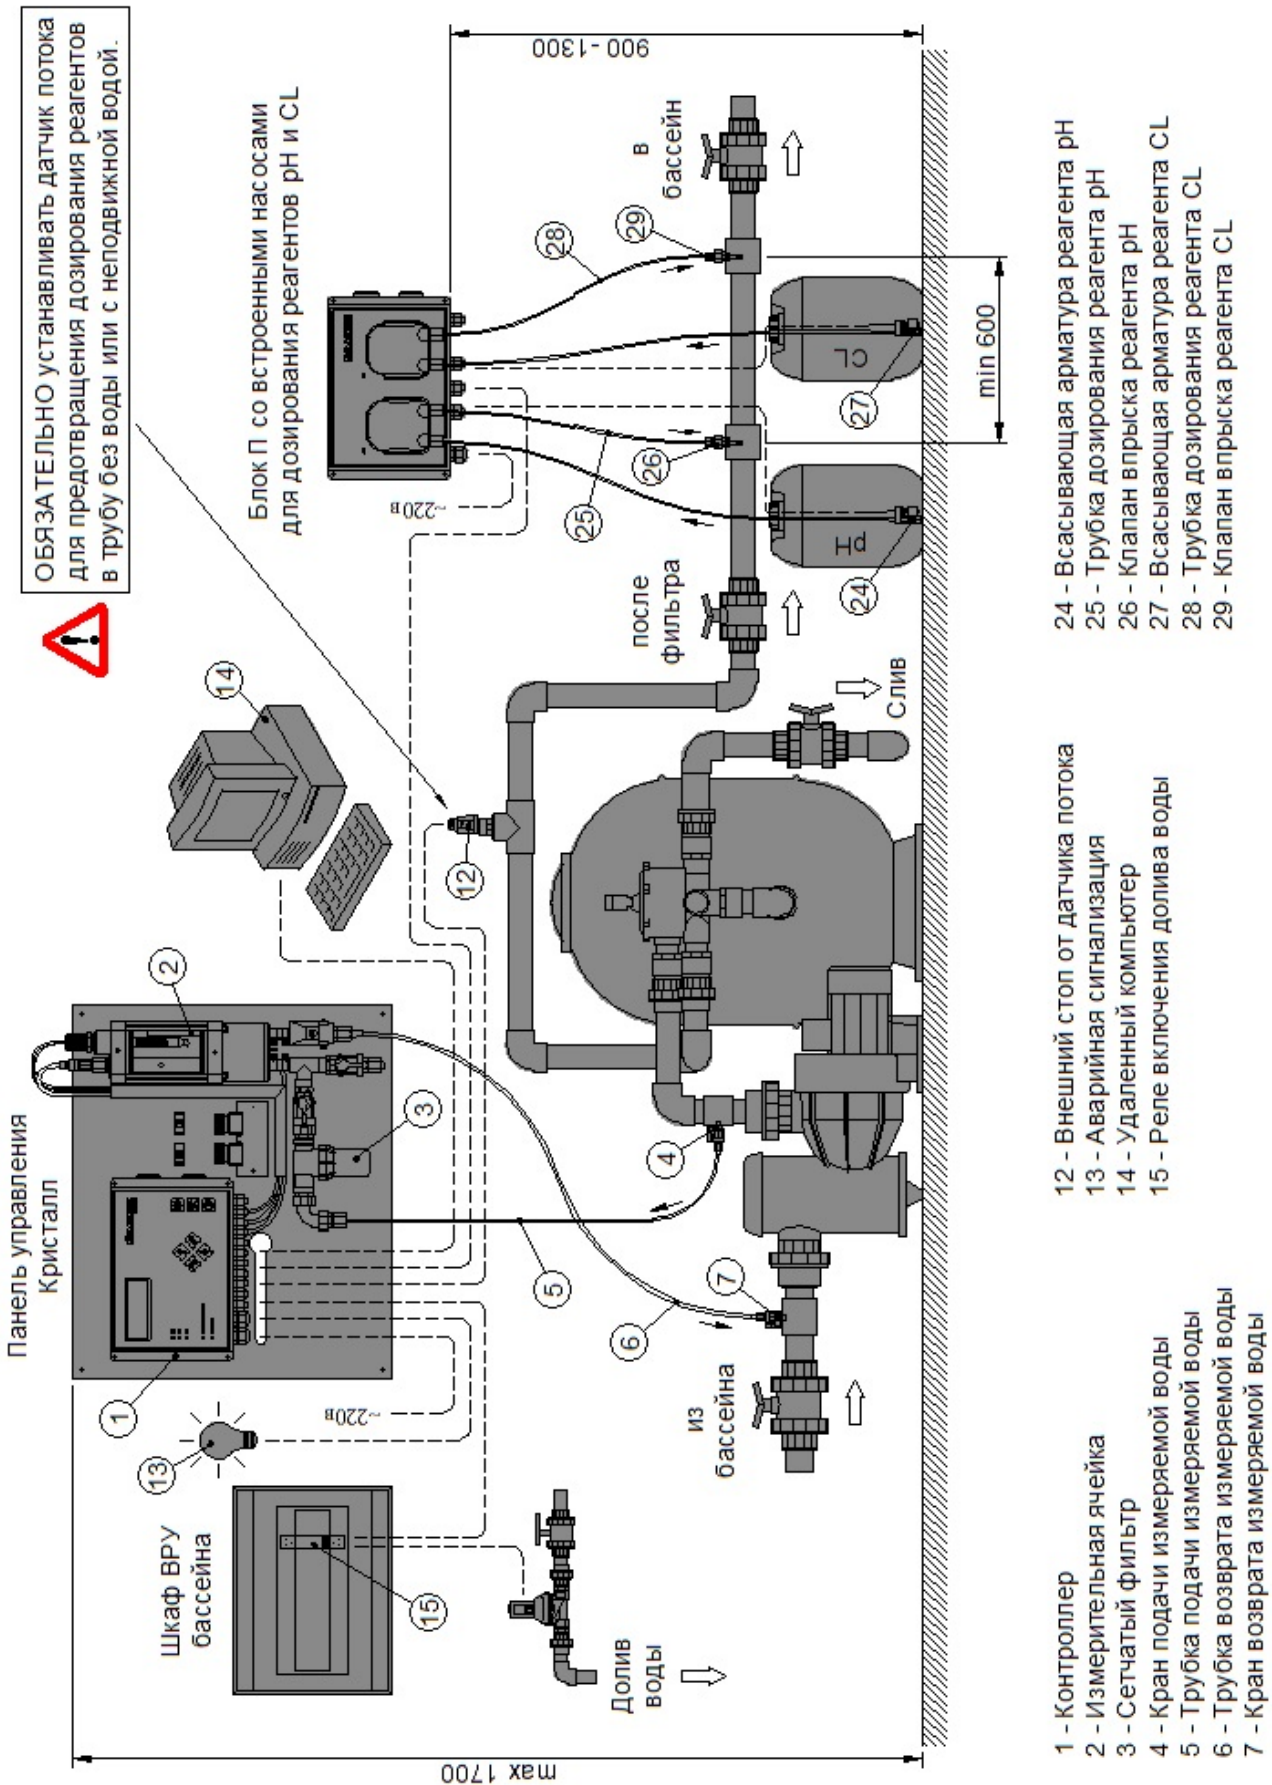

Рис.2-1 Схема размещения оборудования Кристалл П
На рис.2-1 изображен монтаж станции Кристалл П: Rx, pH с отбором воды для измерений из трубопровода фильтрации, а на рис.4.3-1 – электросхема для этого монтажа.
Дозирование реагентов прекращается также при отсутствии потока воды в трубопроводе возврата воды в бассейн после фильтрации. Это необходимо для предотвращения дозирования реагентов в трубу с неподвижной водой или без воды. Для контроля потока воды необходимо установить в трубопровод специальный датчик потока (12), как это показано на рис.2-1. Для повышения точности измерения и дозирования в станции предусмотрена задержка включения дозирующих насосов после появления потока воды в измерительной ячейке или после возобновления фильтрации. Длительность этой задержки устанавливает Покупатель в настройках контроллера.
Дозирование реагентов может также прекращаться при включении долива воды в бассейн, если для этого долива используется электромагнитный клапан. В этом случае управление доливом рекомендуется производить через контактор (15), в котором через одну пару контактов подаётся питание к электромагнитному клапану долива воды, а через другую пару контактов в контроллер подается сигнал о включении долива (как это показано на рис.2-1, 4.3-1). Если нет необходимости или возможности блокировать дозирование реагентов при включении долива воды, то необходимо установить перемычку на клеммы «Долив» внутри контроллера (см. подробнее п.4.3.1).
В домашних бассейнах, на которые требования упомянутого ГОСТ не распространяются, допускается отбирать воду для измерений из трубопровода циркуляционного водообмена (фильтрации), как это показано на рис.2-1 настоящего Руководства. Однако, используя это решение, следует знать, что значения измеряемых показателей воды из ванны бассейна и из трубопровода фильтрации не обязательно будут одинаковыми.
Панель управления станции устанавливается на стену технического помещения бассейна, как это показано на рис.2-1 настоящего Руководства.
Место для установки Панели управления надо выбирать с таким расчётом, чтобы трасса подачи измеряемой воды от точки отбора до измерительной ячейки была по длине не более 4 метров. Если вода для измерений отбирается из трубопровода фильтрации (как это показано на рис.2-1), то отсчёт длины вести от крана подачи измеряемой воды (поз.4 на рис.2-1). Если вода для измерений отбирается непосредственно из ванны бассейна, то отсчёт длины вести от водозабора, установленного в стену ванны бассейна.
Панель управления рекомендуется устанавливать не выше 1700 мм от пола (на уровне глаз), как это показано на рис.2-1, при этом над панелью должно оставаться не менее 200 мм свободного пространства для удобства установки/замены измерительных электродов в измерительной ячейке.
Блок П для дозирования рН и СL устанавливается на стену технического помещения бассейна, как это показано на рис.2-1 и 4.2-2 настоящего Руководства.
Место для установки Блока П рекомендуется выбрать вблизи клапанов впрыска реагентов рН и СL, чтобы минимизировать длину трубок дозирования реагентов (поз.25 и 28 на рис.2-1).
Блок П устанавливать не выше 1300 мм от пола, чтобы уменьшить высоту подъёма реагента из расходной канистры к насосу и обеспечить свободное, без натяжения, подключение к Блоку П трубок и кабелей всасывающей арматуры (поз.24 и 27 на рис.2-1). При этом справа от Блока П
Кран подачи измеряемой воды устанавливается на напорный трубопровод насоса фильтрации (как это показано на рис.2-1, поз.4) или на напорный трубопровод специального насоса для измеряемой воды
Место для установки крана надо выбирать с таким расчётом, чтобы трасса подачи измеряемой воды от точки отбора до измерительной ячейки была по длине не более 4 метров. Если вода для измерений отбирается из трубопровода фильтрации (как это показано на рис.2-1), то отсчёт длины вести от устанавливаемого крана (поз.4 на рис.2-1).
Кран возврата измеряемой воды устанавливается на всасывающий трубопровод насоса фильтрации (как это показано на рис.2-1, поз.7) или на всасывающий трубопровод специального насоса для измеряемой воды.
Если кран устанавливается на горизонтальном участке трубопровода, то резьбовое отверстие G 1/4" для установки крана должно быть обращено вверх. Если толщина стенки трубопровода в месте установки крана меньше 5 мм, то эту толщину следует увеличить, установив на трубопровод соединительную муфту, как это показано на рис.2-1 и 4.2-4.
добавлялся реагент рН и лишь затем – реагент CL. Расстояние между клапанами должно быть не менее 600 мм, как это показано на рис.2-1, поз.26 и 29.
Если клапаны устанавливаются на горизонтальном участке трубопровода, то резьбовые отверстия G 1/2" для их установки должны быть обращены вверх. Если толщина стенки трубопровода в местах установки клапанов меньше 5 мм, то эту толщину следует увеличить, установив на трубопровод соединительную муфту, как это показано на рис.2-1 и 4.2-5.